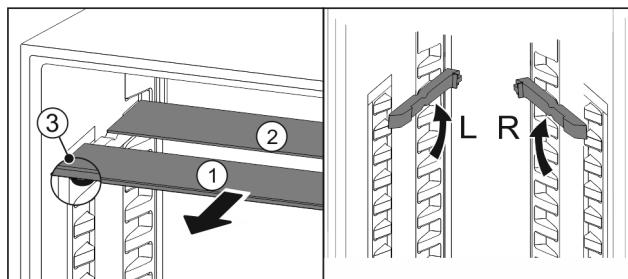

Fig. 85
- Vytiahnite sklené dosky jednotlivo dopredu Fig. 85 (1).
- ▷ Sklená doska Fig. 85 (1) s ozdobnou lištou leží vpred.
- Zarážky Fig. 85 (3) ukazujú nadol.